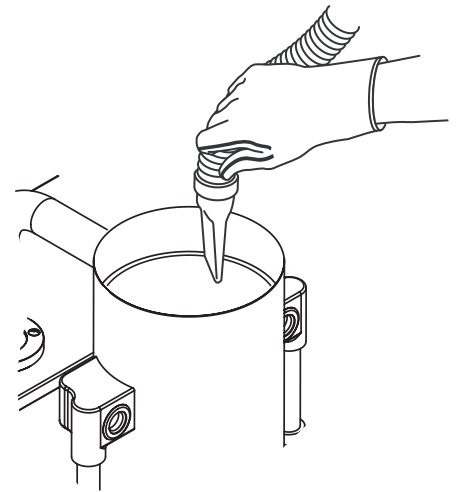

Abbildung 24
- Den auf den Motor befindlichen Staub vorsichtig absaugen (Abb. 24)